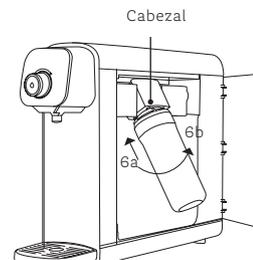

Figura 26.
6. Inserta el Cartucho en el cabezal correspondiente dentro del Purificador (ver Figura 26).